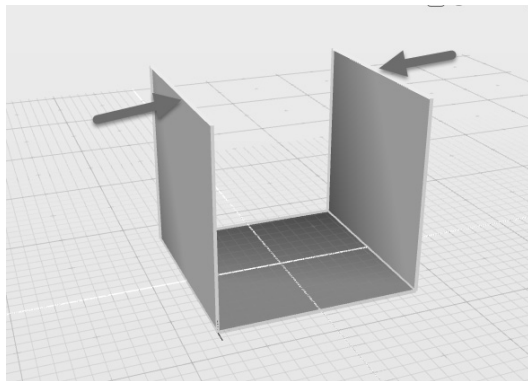

图 6-25 同时选中两条边线
- 3) 按住〈Ctrl〉键进行多选，选择图 6-25 所示的两条边。